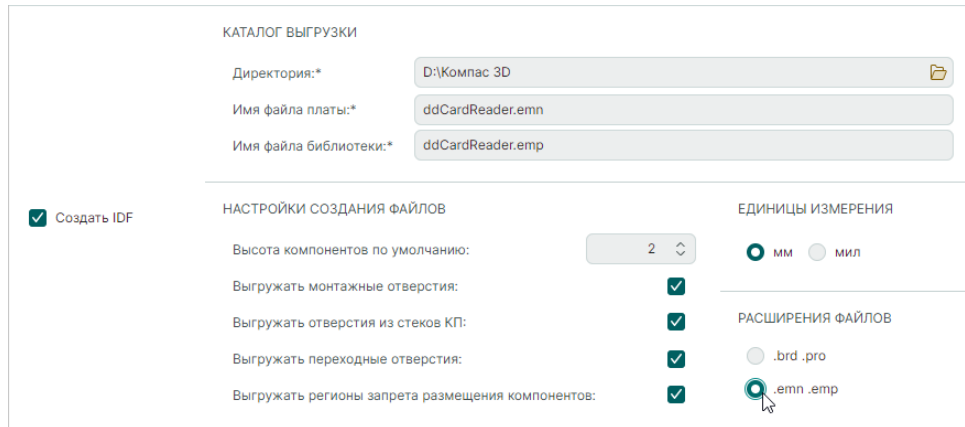

Рис. 6 Автоматический ввод расширений экспортируемых файлов
**Примечание!** Расширение для файлов с данными по плате и компонентам в полях «Имя файла платы:» и «Имя файла библиотеки:» подставляется автоматически в зависимости от выбранных расширений в разделе «Расширения файлов», см. Рис. 6.